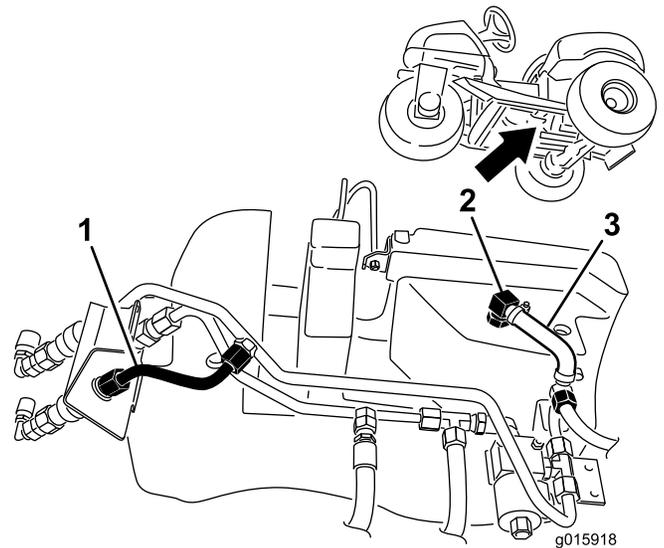

Bild 6
2. Entfernen Sie den kleinen geformten Schlauch, indem Sie ihn vom kleinen Winkelanschluss im Hydraulikbehälter und dem kleinen Hydraulikschlauch abschließen (Bild 6).
3. Entfernen Sie den kleinen Winkelanschluss vom Hydraulikbehälter (Bild 6).